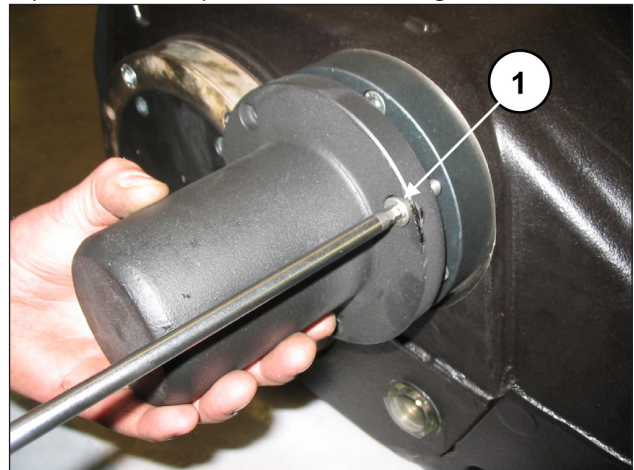

Fig. 101
Serrer les vis à l'aide d'une clé dynamométrique, en suivant les explications du chapitre 3 « Forces de serrage des vis ». Monter le couvercle sur l'extrémité de l'arbre et le fixer au carter à l'aide de 3 vis M8x20 (rep. ①, Fig. 101). Serrer les vis à l'aide d'une clé dynamométrique, en suivant les explications du chapitre 3 « Forces de serrage des vis ».